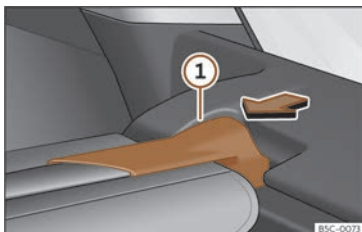

Fig. 186 En el maletero: desmontar la bandeja.
- Presione el soporte de la bandeja >>> **fig. 186** ① en el sentido de la flecha.
- Encaje el soporte de la bandeja >>> **fig. 186** ① en el alojamiento del otro lado.